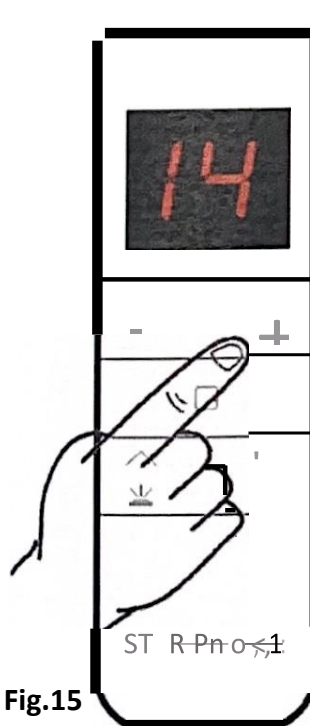
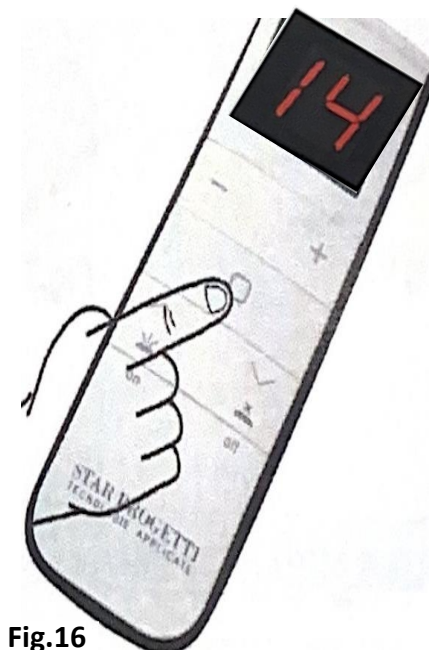

Fig.15
Fig.16
- Selecteer kanaal 14 Fig.15 met de "+" en "-" knoppen en druk onmiddellijk daarna op de toets zoals aangegeven in Fig.16